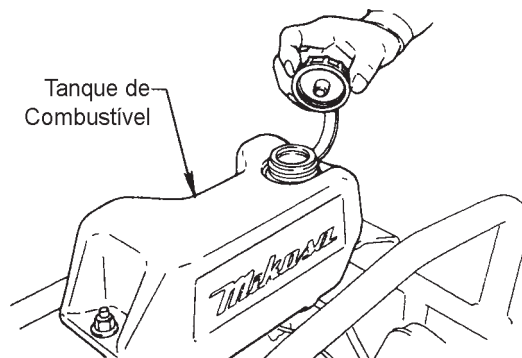

Figura 5. Tanque de Combustível
1. Encha o tanque de combustível (Figura 5) com gasolina azul. Ao mesmo tempo, verifique o óleo do motor e desenvolva o hábito de abastecê-lo freqüentemente.
2. Feche a válvula de desligamento do combustível movendo a alavanca da torneira de combustível para a posição **CLOSED (FECHADA)**. Veja a Figura 5.